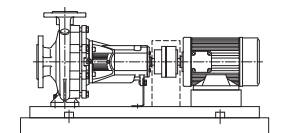

Fig. 4: Fundamentopstilling for pumpen
**Wilo anbefaler, at pumpeaggregatet installeres på et stabilt, plant betonfundament, som kan bære aggregatet permanent (se fig. 4). Derved undgås overførsel af vibrationer.**